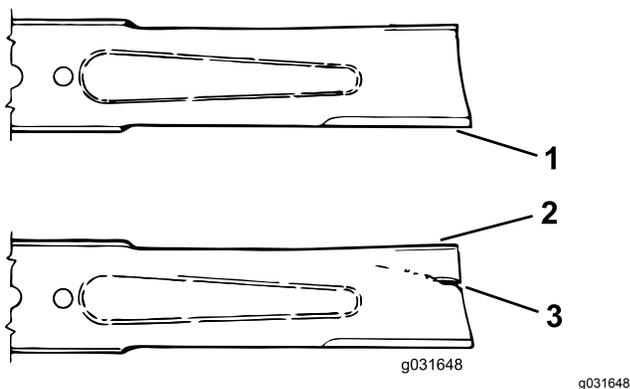

Figura 68
- Examine cuidadosamente los extremos de corte de la cuchilla, sobre todo en el punto de reunión entre la parte plana y la parte curva de la cuchilla (Figura 68).